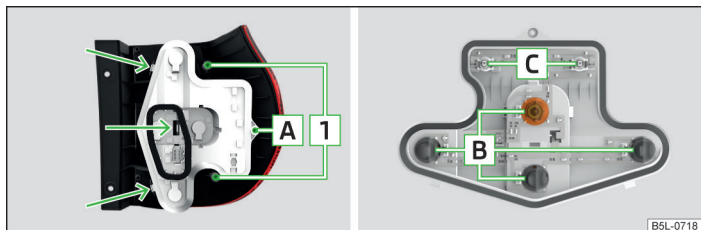
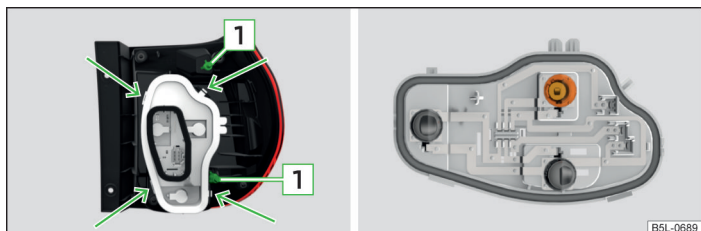

Fig. 204 Parte interior de la lámpara: lámpara ambiente
Fig. 205 Parte interior de la lámpara: lámpara con diodos LED
- Introduzca presionando con cuidado la lámpara en la carrocería de tal manera que los pernos **1** » fig. 204 de la página 258 y » fig. 205 de la página 258 de la lámpara encajen en los alojamientos de la carrocería.
- Con la llave Torx, destornille el tornillo de fijación **A** » fig. 204.
- Desbloquee el portalámparas en las bridas de enclavamiento señaladas con las flechas » fig. 204 - **A** y extraiga el portalámparas de la luz.
- Gire la bombilla respectiva **B** » fig. 204 hasta el tope **en sentido contrario** al de las agujas del reloj y extráigala del portalámparas.
- Extraiga la bombilla **C** » fig. 204 de la montura e introduzca una nueva bombilla.
- Desbloquee el portalámparas en las bridas de enclavamiento señaladas con las flechas » fig. 205 - **A** y extraiga el portalámparas de la luz.
- Gire la bombilla respectiva » fig. 205 hasta el tope **en sentido contrario** al de las agujas del reloj y extráigala del portalámparas.